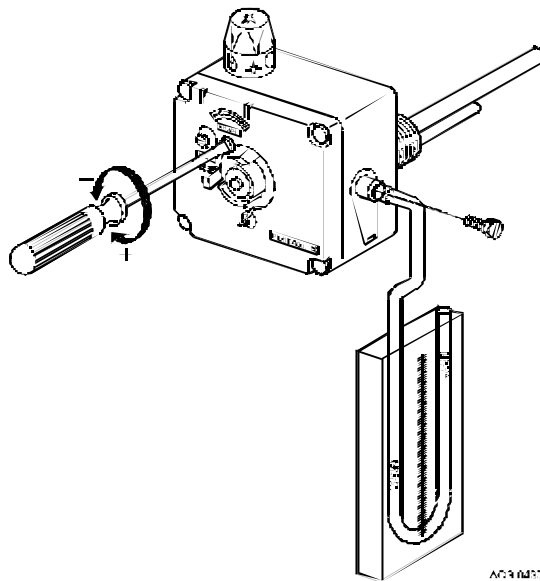

Abbildung 8 - Einstellen der nominalen Belastung
8. Kontrollieren Sie die Druckeinstellung des Brenners (siehe Abbildung 8) und stellen Sie diese, falls erforderlich, anhand der technischen Daten bei (siehe S.10);
3. Den Brennerdruck überprüfen und nötigenfalls mit Hilfe der Einstellschraube "pr adj" (pressure adjustment; siehe Abbildung 8)